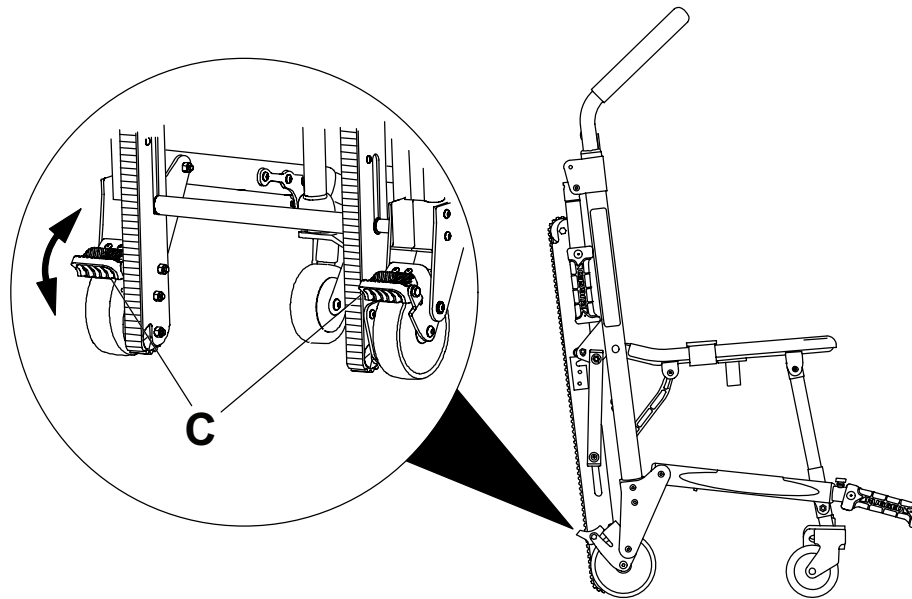

Figura 18 – Fermaruote
Per innestare un fermaruote (C), premere sul pedale fino a quando il fermaruote non si blocca e si ferma contro la superficie della ruota (Figura 18).
Per disinnestare un fermaruote (C), premere con il piede sulla parte superiore del pedale oppure sollevare il pedale con la punta del piede (Figura 18). Rilasciando il fermaruote la parte superiore del pedale si fermerà contro il telaio della ruota piroettante.